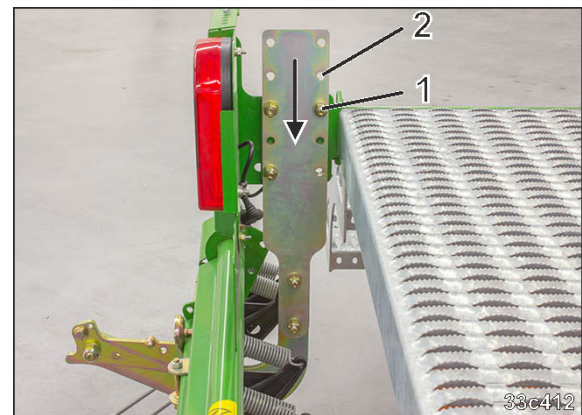

Fig. 188
- 2.1 Desfaceți șuruburile (Fig. 188/1).
- 2.2 Mutați suportul în noul șablon al găurii (Fig. 188/2).